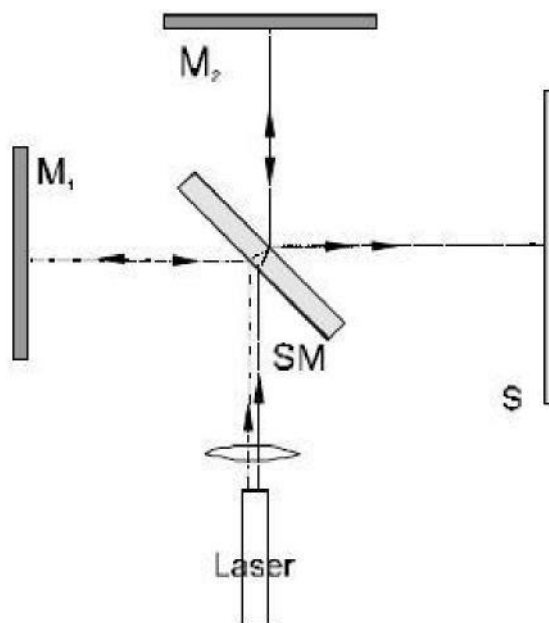

Fig. 2 Appareillage expérimental : interféromètre de Michelson (M1, M2 = miroir, SM = miroir semi-transparent, S = écran en verre mat)
- Placez le laser approximativement au milieu du côté longitudinal du tableau (Fig. 2), puis alignez le rayon laser parallèlement à la plaque de montage (voir remarques).
- Placez le miroir semi-transparent entre le laser et le miroir M2 (voir Fig. 2). L'angle compris entre le miroir semi-transparent et l'axe du rayon laser devrait se rapprocher aussi exactement que possible d'une valeur de 45 degrés.
- Montez l'écran en verre mat, conformément à la Fig. 2. Veillez à ce que le rayon laser tombe au milieu de cet écran.
Lors d'un montage conforme à la Fig. 2, il est important que les ondes sphériques se superposant ne forment qu'un petit angle. Les structures d'interférence sont alors visibles sur la surface I (voir Fig. 3a). Si cet angle est trop grand (Fig. 3b), il n'est pas possible d'observer les interférences. C'est pourquoi il est important d'aligner le rayon laser afin qu'il chemine parallèlement à la plaque de montage et qu'il continue à cheminer parallèlement après sa réflexion sur les miroirs M1 et M2.